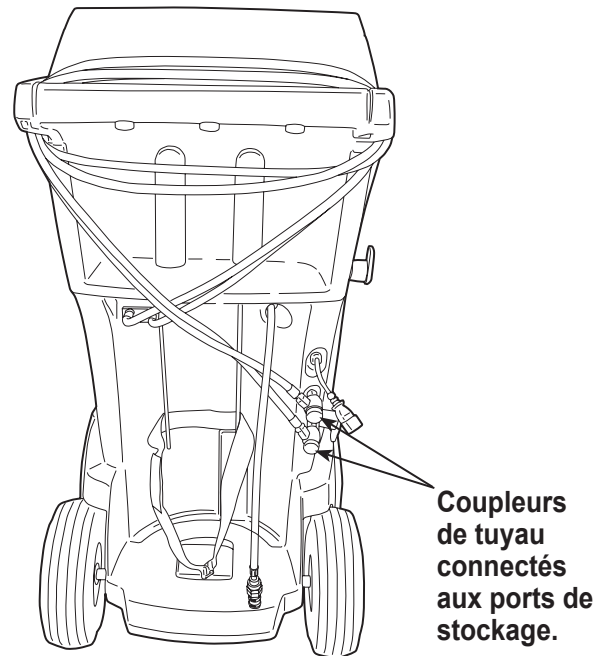

Figure 22
2. Faites passer deux fois les tuyaux de service autour de la poignée et attachez-les aux ports de stockage. Reportez-vous à la Figure 22.